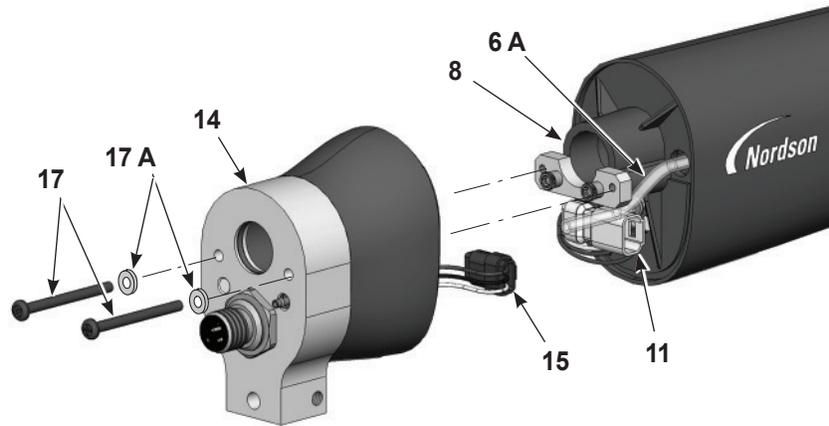
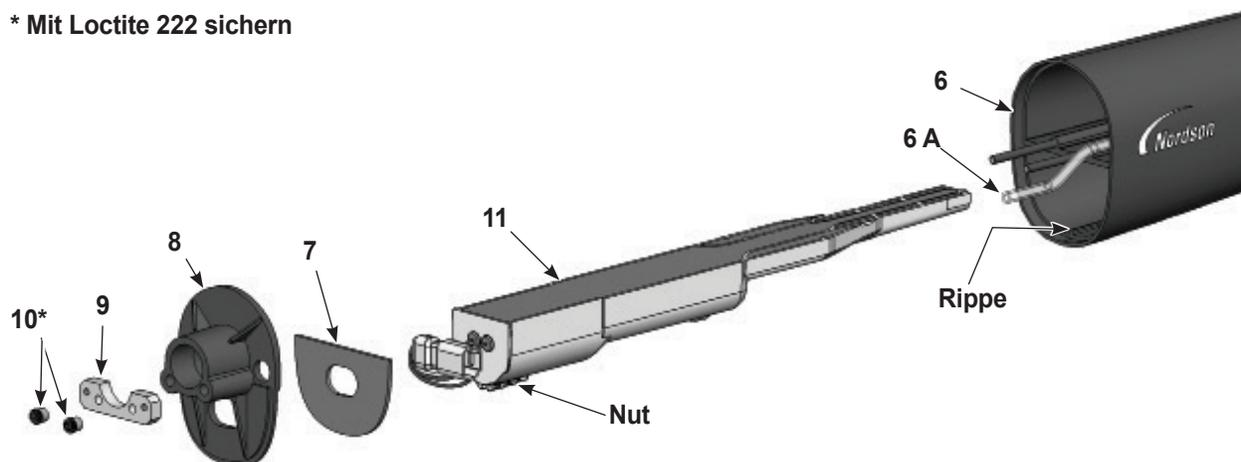

Abbildung 7-7 Zerlegung des Sprühapplikators für Stangenmontage (1 von 3)
Abbildung 7-8 Zerlegung des Sprühapplikators für Stangenmontage (2 von 3)
2. Siehe Abbildung 7-7. Die beiden Innensechskantschrauben (17) und Sicherungsringe (17A) von der hinteren Gehäusebaugruppe (14) entfernen.
3. Vorsichtig die hintere Gehäusebaugruppe weit genug vom Schott (8) abziehen, um den Kabelstrang des Netzteils (11) vom Buchsenkabelstrang (15) trennen und den Filterbaugruppenschlauch (10) vom Schlauchsteckanschluss in der hinteren Gehäusebaugruppe trennen zu können.
4. Siehe Abbildung 7-8. Mit einem 1/8-Zoll-Innensechskantschlüssel die beiden Innensechskantmutter (10) abschrauben und anschließend die Schraubplatte (9) vom Schott (8) trennen. Anschließend das Schott vom Sprühapplikatorgehäuse (6) entfernen und dabei den Kabelstrang des Netzteils durch das Schott führen.
5. Das Netzteil (11) aus dem Sprühapplikatorgehäuse schieben.
7. Die Dichtung (7) ist mit druckempfindlichem Klebstoff am Schott befestigt. Wenn die Dichtung beschädigt ist, durch eine neue ersetzen.
1. Siehe Abbildung 7-8. Das Netzteil (11) in das Applikatorgehäuse (6) installieren. Dabei sicherstellen, dass die Rippe am Applikatorgehäuse in der Nut am Netzteil sitzt. Das Netzteil fest in das Applikatorgehäuse einsetzen.
2. Den Kabelstrang des Netzteils durch das Schott führen, dann das Schott (8) und die Schraubplatte (9) auf den Stehbolzen des Applikatorgehäuses installieren. Loctite 222 auf die Innensechskantmutter (10) auftragen, dann die Mutter auf die Stehbolzen schrauben und mit einem 1/8-Zoll-Innensechskantschlüssel mit 0,45 Nm (64 inch-ounces) festziehen.
3. Siehe Abbildung 7-7. Den Buchsenkabelstrang (15) an den Kabelstrang des Netzteils (11) anschließen. Die Kabelstecker (11, 15) in die hintere Gehäusebaugruppe in die abgebildeten Positionen schieben.
4. Den transparenten Filterschlauch (6A) am Schlauchsteckanschluss in der hinteren Gehäusebaugruppe (14) anschließen. Übrigen transparenten Luftschlauch in das Applikatorgehäuse führen, dann die hintere Gehäusebaugruppe mit den Schrauben (17) und Sicherungsringen (17A) am Schott installieren.